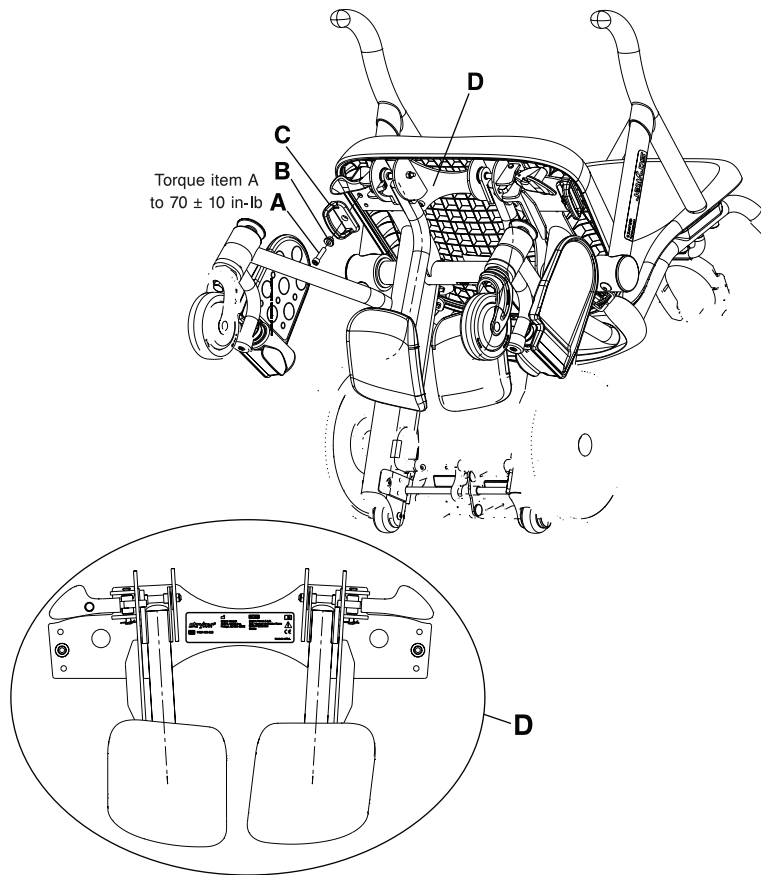

図15-36: レッグレストの溶接部
3. 本体に尿バッグ用フックが装備されている場合は、椅子のフレームの両側にある尿バッグ用フックを固定しているフランジボルト (A) を3/16" 六角レンチで取り外します。尿バッグ用フック (C) とねじ (A) を廃棄します (15-58ページの図15-36)。
4. 椅子のフレームの底部に付属のレッグレスト取付けプレート溶接部 (1460-166-0 05) (D) を配置します (15-58ページの図15-36)。
5. 付属の尿バッグ用フック (1460-001-0 51) (C) の下部にある位置合わせタブとレッグレストの取付けプレート溶接部のパイロット穴の位置を合わせます (15-58ページの図15-36)。
6. 尿バッグ用フックの穴に付属の尿バッグ用フックスパースー (1460-116-0 25) (B) を挿入します (15-58ページの図15-36)。
7. 1/4" 六角レンチと付属の六角穴付きボルト (0004-575-000) (A) を使用して、尿バッグ用フックとレッグレストの取付けプレート溶接部を椅子のフレームの底部両側に固定します。3/8" 駆動トルクレンチを使用して、ネジを  $70 \pm 10$  in-lb (  $8 \pm 1.1$  Nm ) のトルクで締めます。
4. 1/4" 六角レンチを使用して、椅子のフレームの両側にある尿バッグ用フックとレッグレストの取付けプレート溶接部を固定している六角穴付きボルト (A) を取り外します。レッグレストの取付けプレート溶接部 (D)、尿バッグ用フックスパナー (B)、および尿バッグ用フック (C) を取り外します (15-58ページの図15-36)。レッグレストの取付けプレート溶接部、ボルト、スパナー、尿バッグ用フックを保管しておきます。